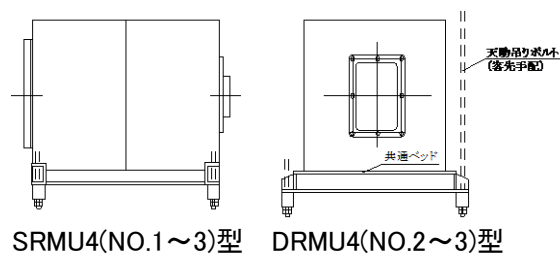

図4 天井吊り型（例）
- ② 吊りボルトは十分な強度のもの（ボルト自身および埋め込み状態とも）をご用意ください。（図4）